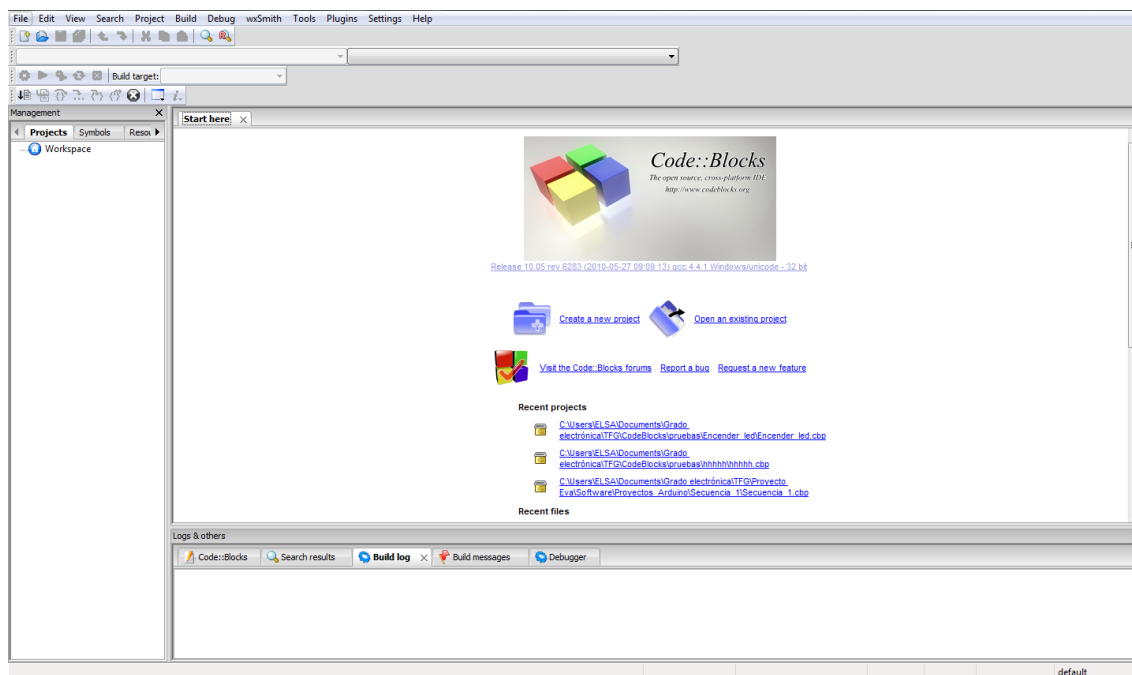

Figura 1: Interfaz de Code::Blocks
como se aprecia en la figura 1, existen 3 ventanas, además de las barras de menús y barras de herramientas.
- Ventana de información (Logs & others): Como se aprecia en la figura 1, existen varias pestañas que aportarán distinta información del proyecto. Cabe destacar las referidas al proceso de compilación del programa, que darán información acerca del estado de la compilación, los posibles errores que se detectan y dónde encontrarlos así como la información correspondiente a la depuración del programa.